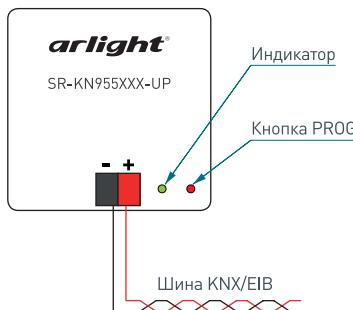

Рис. 2. Схема подключения панели.
- ↗ Коротко нажмите кнопку Прог рядом с клеммами подключения шины (см. Рисунок 2) для перевода устройства в режим программирования. При этом индикатор состояния шины KNX рядом с кнопкой начнет мигать красным, начнется загрузка программы.